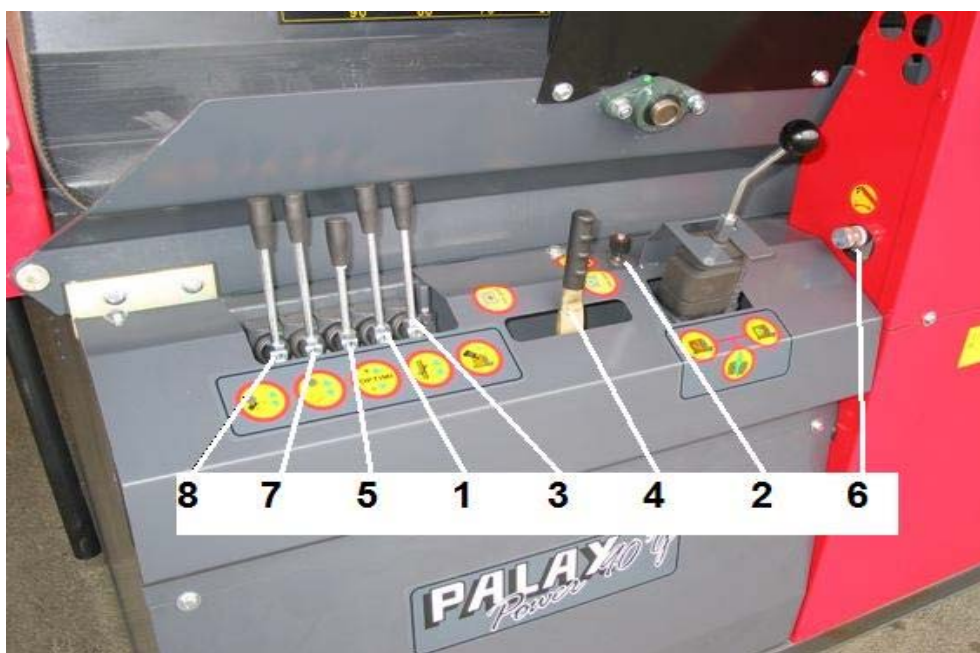

Fig. 11
4.3 Autres commandes hydrauliques, Fig. 11
- ❑ Une fois l'opération de découpe terminée, si la bûche tombe pour une raison ou une autre en position verticale, vous pouvez empêcher le mouvement de fendage en poussant le levier de commande du fendage forcé (Fig. 11, levier 4) et en soulevant simultanément la lame de découpe. La lame à tronçonner peut ainsi avancer normalement, mais le mouvement de fendage n'est pas initié.